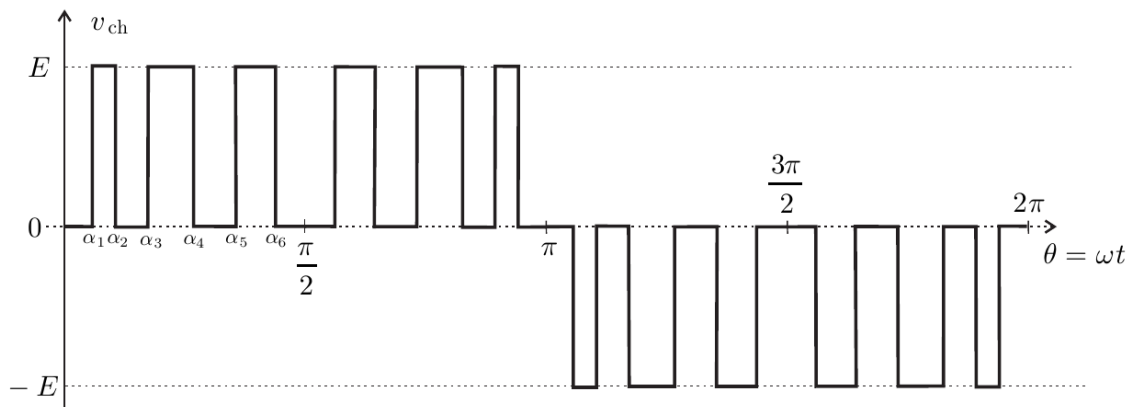

FIG. 6 – Commande réelle d'alimentation
La commande réelle permet d'alimenter le moteur avec une tension dont la forme est représentée sur la figure 6. Les angles  $\alpha_1, \alpha_2, \alpha_3, \alpha_4, \alpha_5, \alpha_6$  compris dans l'intervalle  $[0, \frac{\pi}{2}]$  et représentés sur la figure 6 sont fixés, les suivants, situés dans les intervalles  $[\frac{\pi}{2}, \pi]$ ,  $[\pi, \frac{3\pi}{2}]$  et  $[\frac{3\pi}{2}, 2\pi]$  s'en déduisent par symétrie.
□ **27** — Représenter sur un même graphe les signaux  $m_1$  et  $m_2$  en fonction de  $\theta$  puis en déduire le graphe de  $m_1 - m_2$  en fonction de  $\theta$ . En déduire l'expression de la tension  $v_{ch}(t)$  de la figure 6 en fonction des signaux de base  $m_{i=1,\dots,6}(t)$ .